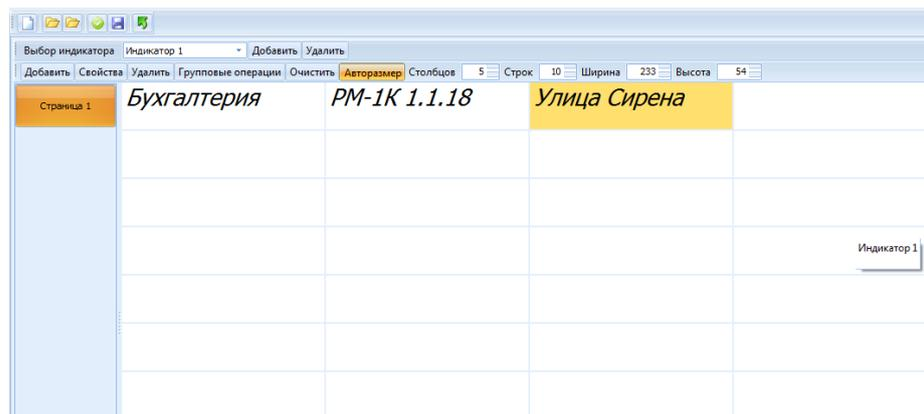

Рисунок 10.11 Ячейка индикации со сценарием «Улица Сирена»
- 6) В результате на панели управления появится ячейка индикации с выбранным сценарием (Рисунок 10.11). После применения конфигурации на сервере (кнопка  панели инструментов) в приложении «Оперативная задача» будет возможно управлять (запускать, останавливать, блокировать) данным сценарием с панели управления.